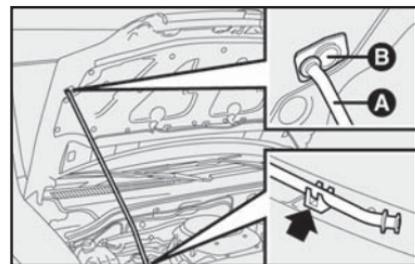

fig. 107
- 3) Levantar o capô segurando-o pela parte central e, simultaneamente, soltar a vareta de suporte **A**-fig. 107 do seu dispositivo de bloqueio.
- 1) Manter levantado o capô com uma mão e, com a outra, tirar a vareta **A**-fig. 107 da abertura **B** e repô-la no seu dispositivo de bloqueio.